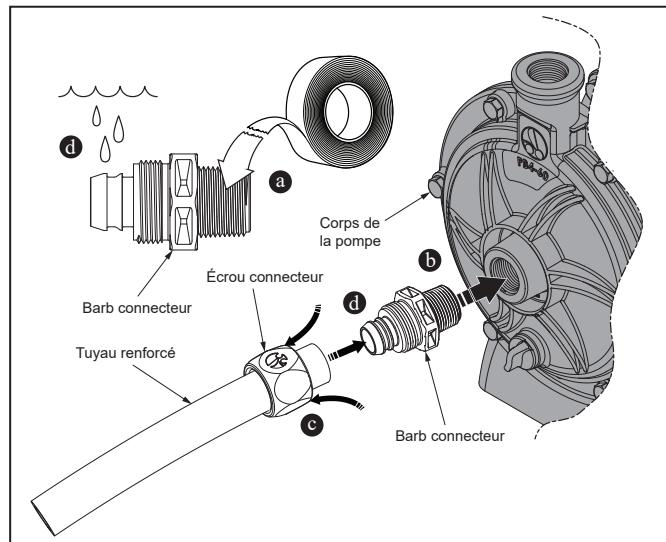

Figure 5. Préparation et installation de barbelure et écrou de connecteur à connexion rapide
- Monter la pompe à l'aide de deux (2) chevilles à expansion pour béton pour garantir la stabilité.
- Appliquer quatre (4) à six (6) bandes de ruban Teflon® sur le filetage conique du raccord cannelé. Se reporter à la figure 5 (a).
- Visser et serrer le filetage conique du raccord cannelé dans le port de la pompe sur le corps de la pompe. Se reporter à la figure 5 (b).
- Faire glisser l'écrou du connecteur sur l'extrémité coupée du tuyau avec l'extrémité filetée vers l'extrémité coupée du tuyau. Se reporter à la Figure 5 (c).
- Appliquer de l'eau sur le raccord cannelé pour aider le tuyau à glisser sur les barbelures. Pousser complètement le bord coupé du tuyau sur le raccord cannelé. Se reporter à la Figure 5 (d).